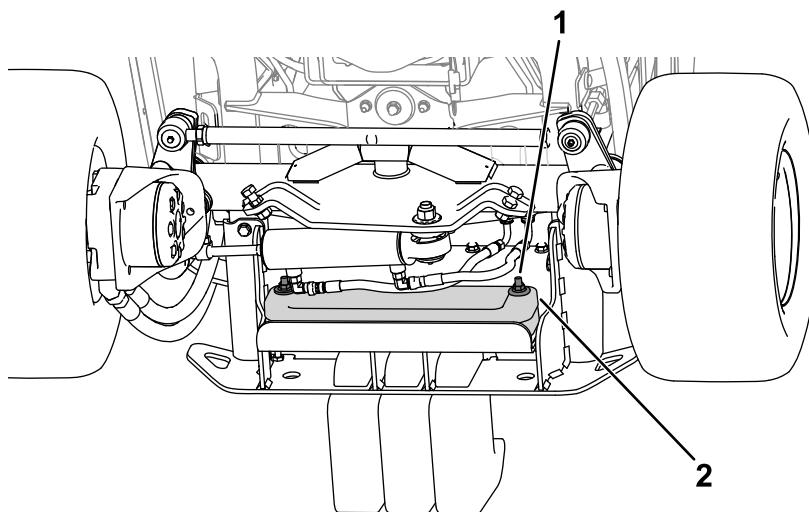

図 18
2. 新しい金具を使ってウェイトをバンパーに固定する 図 18。